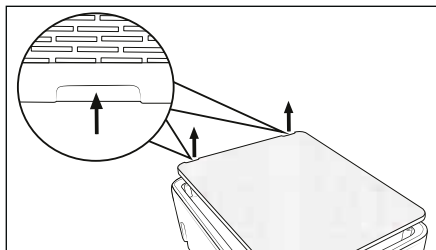

Fig. 5
- ◆ Hiqeni kapakun 6 duke përdorur dorezat e futura në pjesën e sipërme të pajisjes (shih Fig. 5). Pastroni kapakun 6 nga të dyja anët duke përdorur një fshesë me korrent. Pastrimi i filtrit EPA 7 nuk është i nevojshëm. Rivendosni kapakun 6 në pajisje në mënyrë që zgavrat e dorezave të jenë në anën e sipërme të pajisjes.